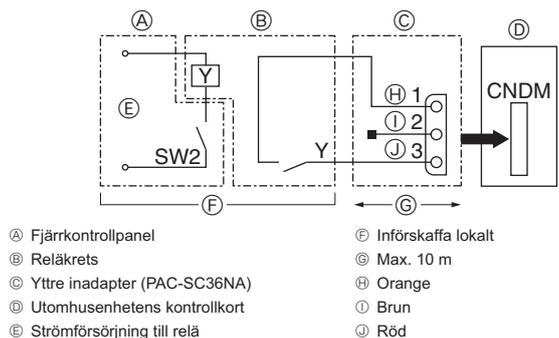

Fig. 9-2
① Slut kretsen enligt figuren med den yttre inadaptorn (PAC-SC36NA). (Säljs separat)
9.2. Behovsfunktion (modifiering på plats) (Fig. 9-2)